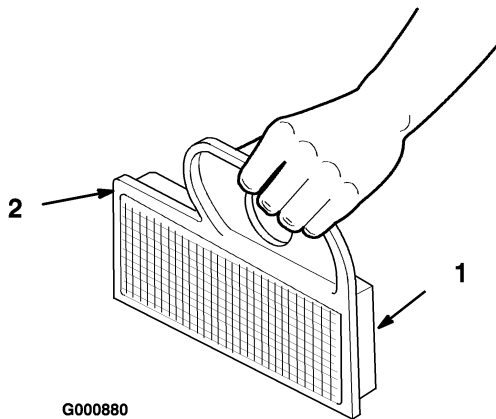

Figura 27
- A. Golpee suavemente el filtro en una superficie plana para eliminar polvo y suciedad (Figura 27).